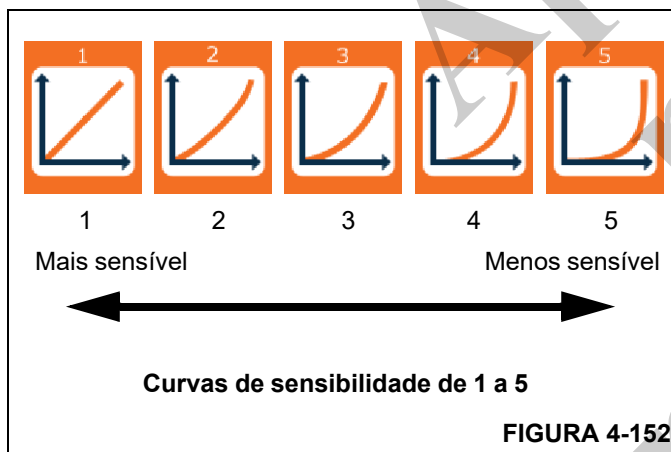

FIGURA 4-152
A curva de sensibilidade 1 (padrão) é a mais sensível e a curva de sensibilidade 5 é a menos sensível (Figura 4-152).
3. Usando o Botão rotativo ou os Botões de seta para cima/para baixo, selecione as cinco curvas de sensibilidade possíveis (Figura 4-152).